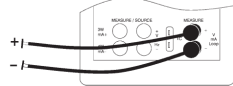

Abb. 16. Isolierter Eingang
2. Den gewünschten primären Parameter für die Messung auswählen. Die Leitungen an die isolierten Eingänge des Kalibrators wie in Abb. 16 anschließen.